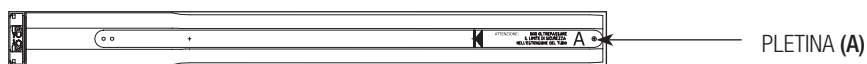

Fig. 7
- 3) LAS PLETINAS (Fig. 7 ref. A), MONTADAS ENCIMA DEL MANGUITO MOTOR Y TAPA (Fig. 1 ref. 1 - 2), DURANTE EL ENSAMBLAJE DEL RODILLO ELÉCTRICO DEBEN DESLIZARSE POR EL EXTERIOR DEL RODILLO FIJO.